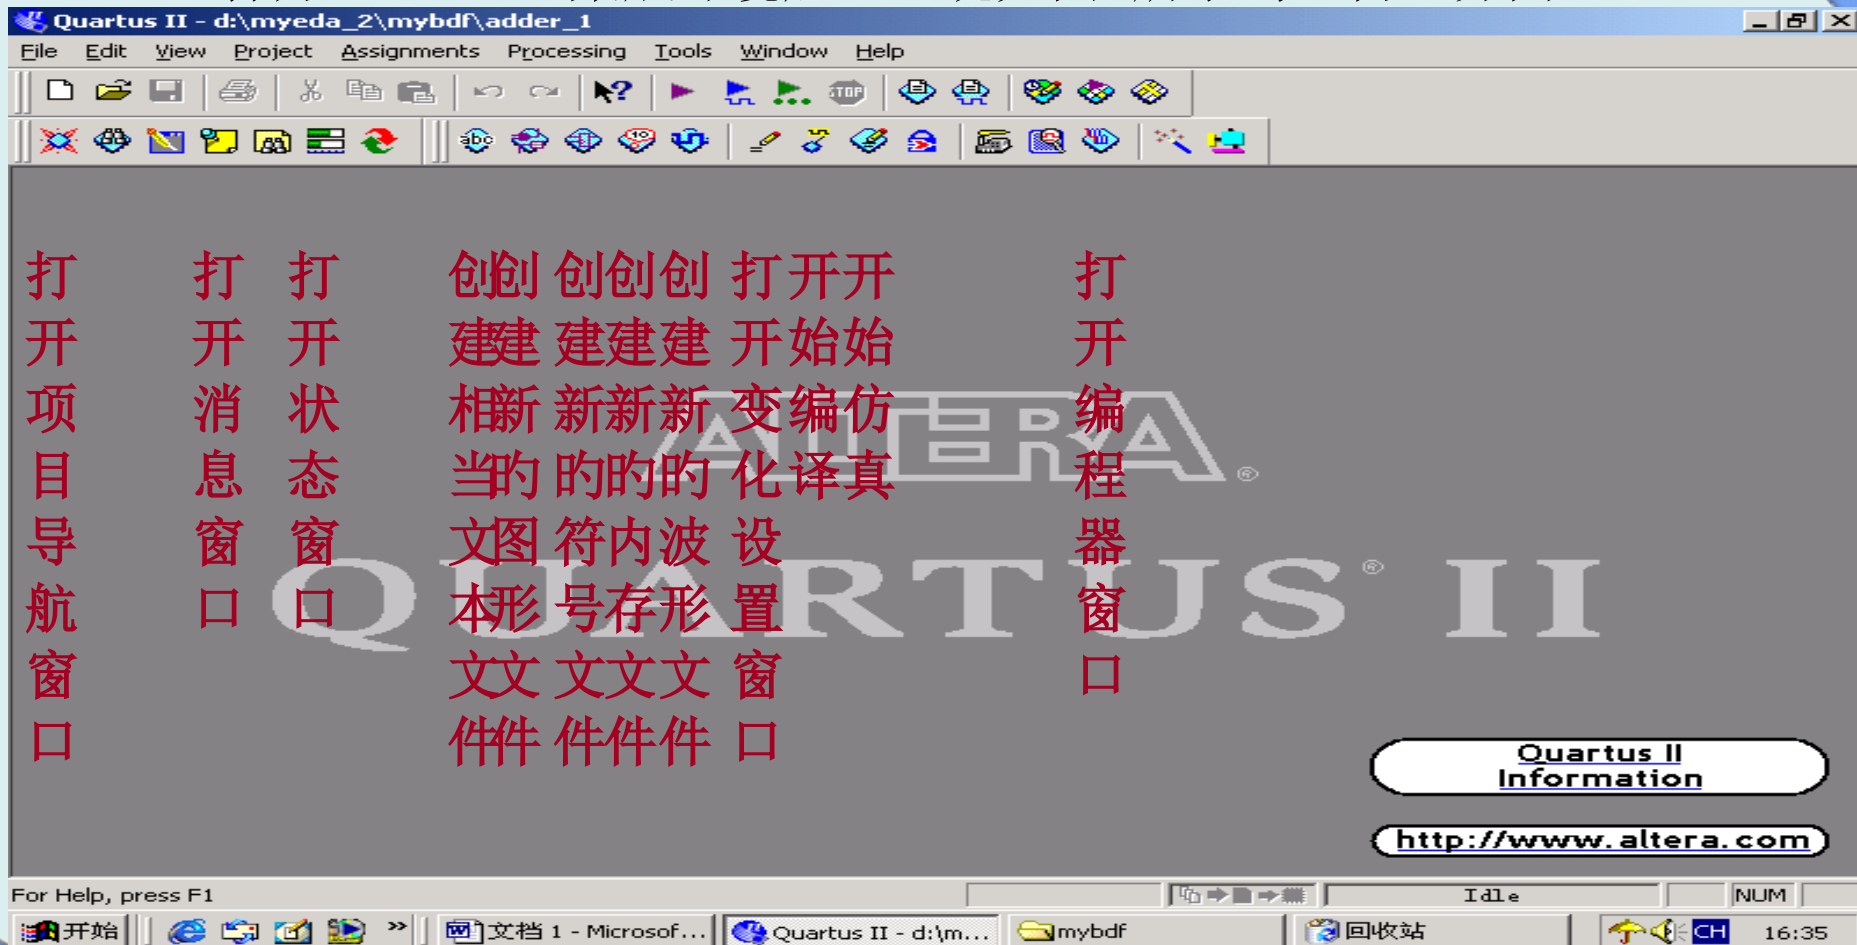

图1 Quartus II主窗口界面
2. 打开Quartus II 集成环境后，呈现如图1所示的主窗口界面。